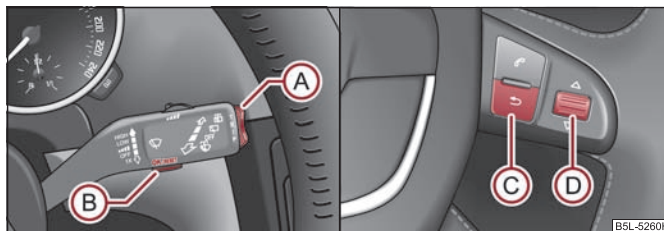

Fig. 19 Indicatorul multifuncțional: Elementele de comandă de la maneta de acționare a ștergătoarelor / elementele de comandă de pe volanul multifuncțional
Comutarea între memorii are loc de la tasta **(B)** ⇒ fig. 19 de pe maneta de acționare a ștergătoarelor sau cu ajutorul tastei **(D)** de pe volanul funcțional* ⇒ pagina 21.
Tasta basculantă **(A)** ⇒ fig. 19 și tasta **(B)** se găsesc în maneta de acționare a ștergătoarelor de parbriz. Comutarea și resetarea de la volanul multifuncțional are loc de la rotița **(D)** ⇒ fig. 19.
Când temperatura scade sub +4 °C, în fața valorii temperaturii apare simbolul unui fulg de nea (avertizare pentru polei) și se emite un semnal sonor de avertizare. După apăsarea tastei basculante **(A)** ⇒ pagina 21, fig. 19 de pe maneta ștergătoarelor, respectiv a tastei **(C)** de pe volanul multifuncțional* ⇒ pagina 21, fig. 19, se afișează funcția care a fost afișată ultima dată.
memoria pe zero în acel moment, apăsând tasta **(B)** ⇒ pagina 21, fig. 19 de pe maneta ștergătoarelor sau roțița **(D)** de pe volanul multifuncțional* ⇒ pagina 21, fig. 19 mai mult de 1 secundă.
Dacă doriți să măsurați consumul de combustibil mediu pentru o anumită perioadă de timp, la începutul măsurării trebuie să resetați memoria pe zero, de la tasta **(B)** de pe maneta ștergătoarelor ⇒ pagina 21, fig. 19 sau de la roțița **(D)** de pe volanul multifuncțional* ⇒ pagina 21, fig. 19. După ștergere, în primii 100 metri, pe afișaj se vor afișa linii.
Pe afișaj apare distanța parcursă de la ultima ștergere a memoriei ⇒ pagina 21. Dacă doriți să calculați distanța parcursă dintr-un anumit moment înainte, trebuie să resetați memoria pe zero în acel moment, apăsând tasta **(B)** ⇒ pagina 21, fig. 19 de pe maneta ștergătoarelor sau roțița **(D)** de pe ⇒ pagina 21, fig. 19 volanul multifuncțional*.
Pe afișaj apare viteza medie în km/h de la ultima ștergere a memoriei ⇒ pagina 21. Dacă doriți să calculați viteza medie pentru o anumită perioadă de timp, la începutul măsurării trebuie să resetați memoria pe zero, de la tasta **(B)** ⇒ pagina 21, fig. 19 de pe maneta ștergătoarelor sau de la roțița **(D)** ⇒ pagina 21, fig. 19 de pe volanul multifuncțional*.
- Apăsăți tasta **(B)** ⇒ pagina 21, fig. 19 de pe maneta ștergătoarelor sau roțița **(D)** de pe ⇒ pagina 21, fig. 19 volanul multifuncțional*. Pe afișajul informativ* se afișează **Speed warning 50 km/h (Avertizare la 50 km/h)**. Această valoare o puteți mări sau reduce cu ajutorul tastei **(A)** de pe maneta de acționare a ștergătoarelor sau prin rotirea roțiței **(D)** de pe volanul multifuncțional*.
Dacă veți depăși această limită de viteză, pe afișaj se va afișa **Speed 50 km/h exceeded (Depășire viteză 50 km/h)**. Acest anunț rămâne afișat până când reduceți viteza sub limita setată, sau până când dezactivați anunțul apăsând tasta **(B)** ⇒ pagina 21, fig. 19 de pe maneta ștergătoarelor sau roțița **(D)** ⇒ pagina 21, fig. 19 de pe volanul multifuncțional*.